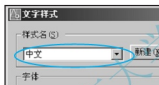

图 3.8 在【文字样式】对话框中设置当前字体样式 图 3.9 在【样式】工具栏内设置当前字体样式
(1) 将【文字】图层设置为当前层。
(2) 将当前字体样式设为中文样式。设定当前字体样式常用的方法有 3 种。
① 在【文字样式】对话框中设置: 在【文字样式】对话框中的【样式名】文本框内, 看到的字体名即为当前字体样式, 如图 3.8 所示。